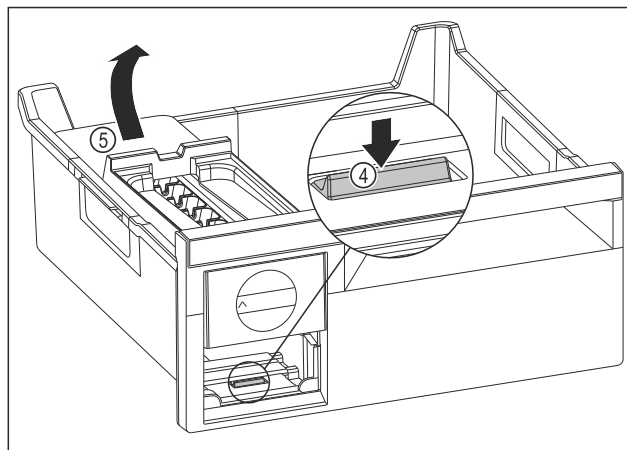

Fig. 74
- ▶ Вийняти корпус EasyTwist-Ice: натиснути накладку Fig. 74 (4) пальцем вниз і одночасно підняти корпус EasyTwist-Ice Fig. 74 (5) ззаду іншою рукою.